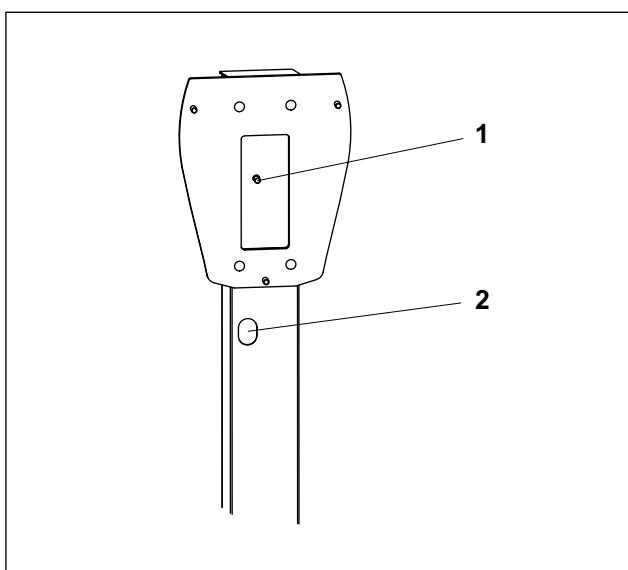

Abb. 6 Erdungspunkt der Stele
7. Befestigen Sie die zweite Durchführungsstüle (Beipack) an der Kabelausführungsöffnung (Abb. 6/2).
8. Schließen Sie den Schutzpotenzialausgleich am Erdungsbolzen (Abb. 6/1) der Stele an.